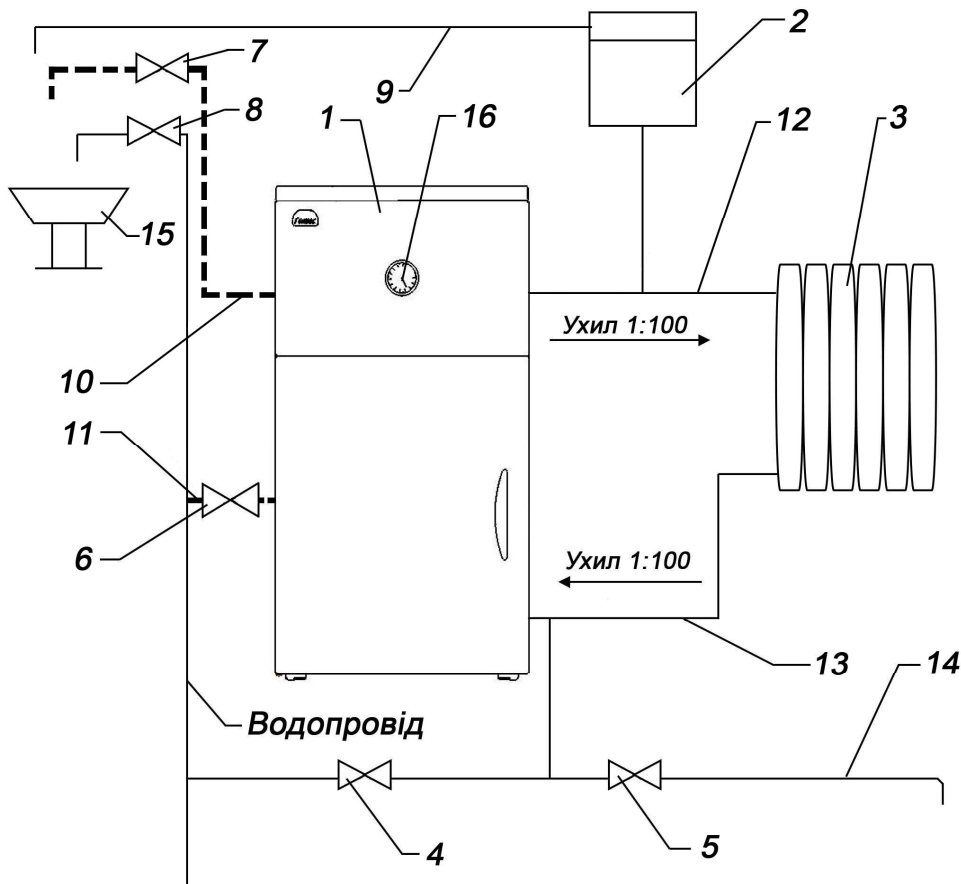
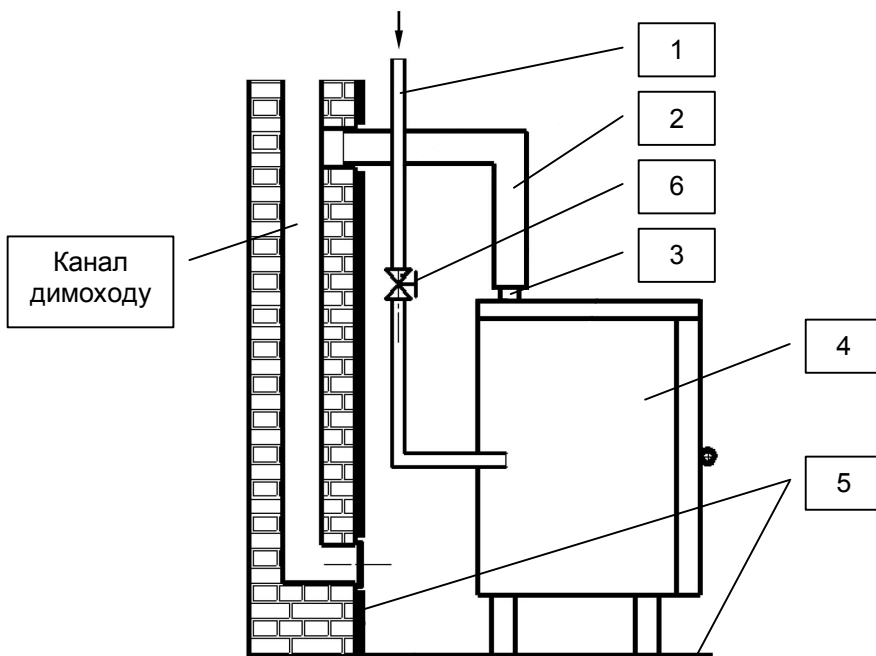

Рис.3 – монтаж апаратів АОГВ і АКГВ
Рис.4 - схема підключення апарата до газопроводу і димоходу
Ізоляція (поз.5, рис.4) передбачається від підлоги і повинна виступати за габарити апарата на 10 см з кожного боку і 70 см зверху.
При установці апарата на підлогу з дерев'яним покриттям, остання повинна бути ізольована негорючими матеріалами - ізоляцією (поз.5, рис.4), яка виступає за габарити апарата на 10 см.
6.7 Приєднайте апарат до димоходу, газопроводу (рис.4) і трубам системи опалення (рис.3).
На газопідвідній трубі перед апаратом обов'язково повинен бути встановлений газовий вентиль (поз.6, рис.4), який перекидає доступ газу до апарата.
6.8 Заповніть систему опалення і апарат водою від водопровідної мережі повільним відкриттям підживлювального вентиля (поз.4 рис.3). Контроль заповнення системи здійснюється по сигнальній трубі (поз.9 рис.3).
Категорично забороняється установка запірного вентиля на подаючій магістралі холодної води контура опалення (поз.12, рис.3).
- наявність тяги в каналі димоходу (рис.4);